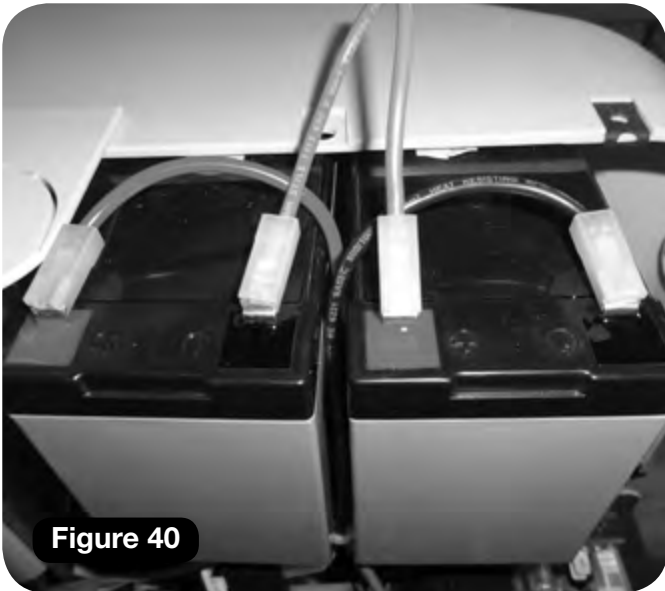

Figure 40
- 6 Posez les batteries (kit accessoire) (**Figure 40**).